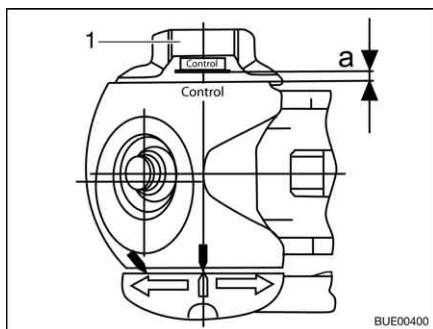

Bild 206 Slitagekontroll
- Vrid ratten (Bild 206,1) tills vridmomentbegränsningen tydligt (och ljudligt) spärrar. Vridriktning: medurs.
- Avstånd $a > 0$ (Bild 206): Slitage inom tillåtna gränser.